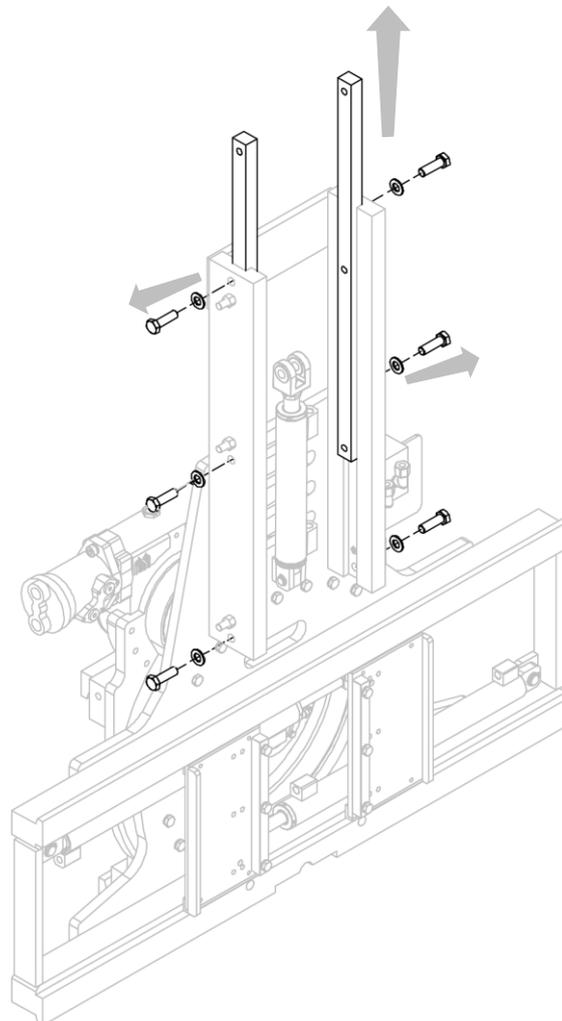

Abbildung 31
3. Lösen Sie die Madenschrauben, um die Gleitlagerbuchsen auszubauen (siehe *Abbildung 31*).